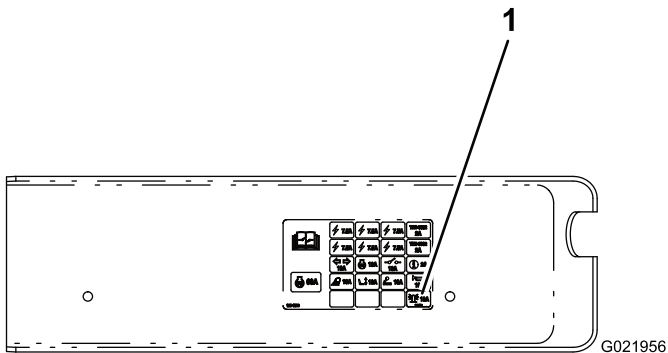

Bild 8
- Kleben Sie den Rundumleuchtaufkleber auf den Sicherungsblocaufkleber, wie in (Bild 8) abgebildet. Stellen Sie sicher, dass die Aufkleberoberfläche sauber und trocken ist, bevor Sie den Aufkleber anbringen.